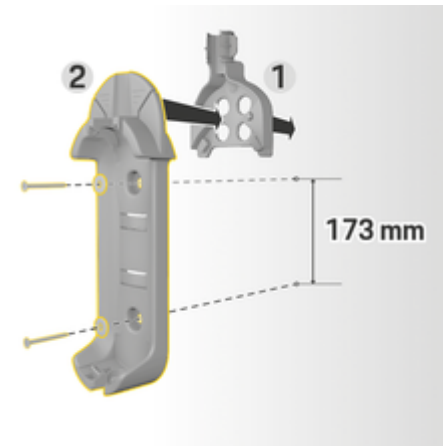

Fig. 1: Dimensões de perfuração
3. Pressione a base do suporte de parede **2** (Fig. 1) para a guia do cabo **1** (Fig. 1) na parte da frente.